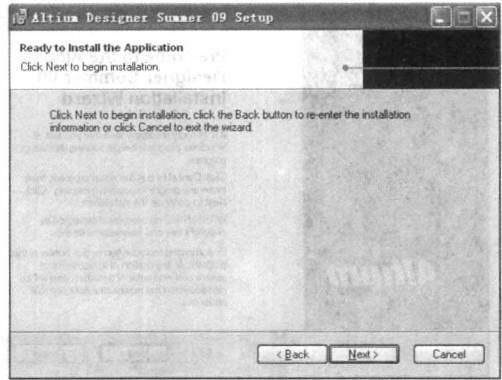

图 1-6 收集完安装信息
6) 单击 **Next >** 按钮，系统弹出如图 1-6 所示的界面，这是 Altium Designer Summer 09 收集完安装信息后的安装向导对话框，提示用户可以开始安装了。